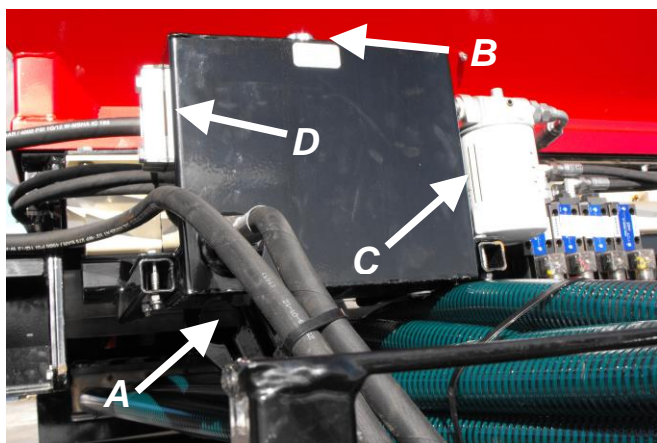

Figure 23A
- ☞ Réservoir d'huile [Figure 23A] du système d'entraînement utilise de l'huile Dextron III. Contenance 8 litres.
Changer l'huile et le filtre du petit réservoir [figure 23A] du système de distribution au début de chaque saison des semis ou d'application. Les changements de température durant la saison morte provoquent de la condensation sur les parois de la transmission, réduisant ainsi l'efficacité de la lubrification.
Pour vidanger l'huile, enlevez le bouchon de vidange [figure 23A, **A**] au bas du réservoir. Pour faciliter l'écoulement, enlevez le bouchon de remplissage [figure 23A, **B**] et le filtre [figure 23A, **C**]. Réinstallez le bouchon de vidange et un nouveau filtre, puis remplissez le réservoir avec de l'huile Dextron III jusqu'au niveau recommandé, environ 8 litres. Une fenêtre indique le niveau d'huile à froid [figure 23A, **D**]. Vérifiez le niveau d'huile à tous les jours, remplir au besoin.